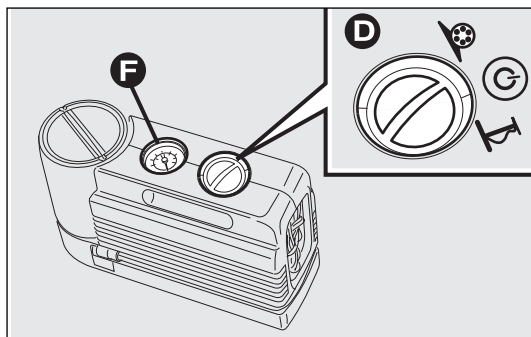
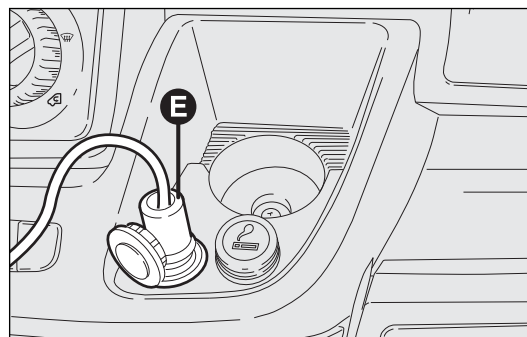

fig. 179
fig. 180
- conectar el enchufe E-fig. 180 a la toma de corriente de 12V más cercana y poner el motor en marcha. Girar el selector D-fig. 179 hacia la izquierda a la posición de reparación. Accionar el kit pulsando el interruptor on/off. Inflar el neumático a la presión descrita en el apartado «Presión de inflado» del capítulo «Datos técnicos».
Para obtener una lectura más precisa, se aconseja comprobar el valor de la presión en el manómetro F-fig. 179 con el compresor apagado y sin mover el selector central de la posición de reparación;